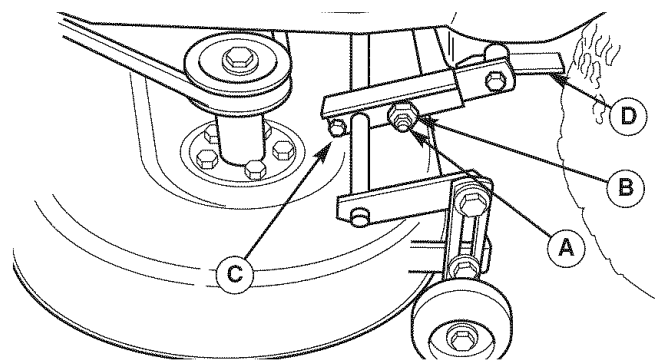

Figura 39. Ajuste de un Lado a Otro
6. Vea la Figura 39. Afloje la tuerca exterior (A) y tornillo "taptite" (C), luego gire la tuerca excéntrica (B) para subir o bajar el lado izquierdo de la cubierta. Cuando la cubierta de la podadora esté nivelada, sostenga la tuerca excéntrica mientras apriete la tuerca exterior. Apriete el tornillo "taptite" (C).